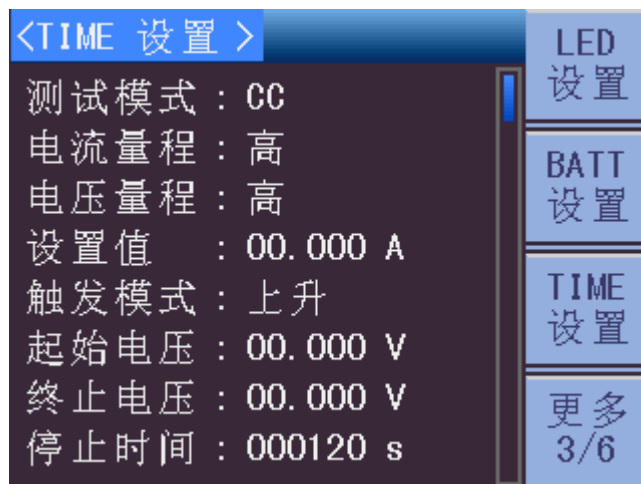

图 4-11 TIME 设置页面
**TIME** 为时序测量模式，设置包含测量模式设置，电流量程设置，电压量程设置，设置值，触发模式设置，起始电压设置，终止电压设置，停止时间设置，上升斜率设置，下降斜率设置。如图 4-11 所示。